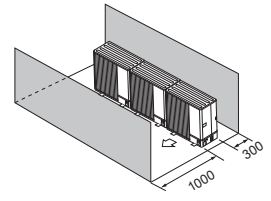

Fig. 2-15
- (4) Obstrucciones o superficies cerradas solo en las partes frontal y posterior (Fig. 2-15)